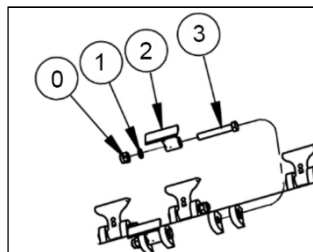

Figure 19
Étapes de remplacement des lames du marteau (voir **figure 19**) :
4. Installez la lame avec le boulon, les rondelles, la rondelle élastique et le contre-écrou, comme indiqué sur **la figure 19**.